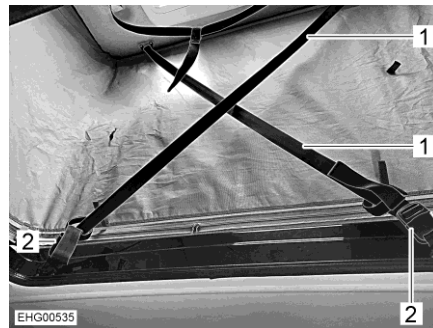

Bild 38 Windsicherung
- Beide Sicherungsgurte (Bild 38,1) vollständig ausziehen.
- Sicherungsgurte jeweils diagonal an den Gurtschlössern (Bild 38,2) einhängen.